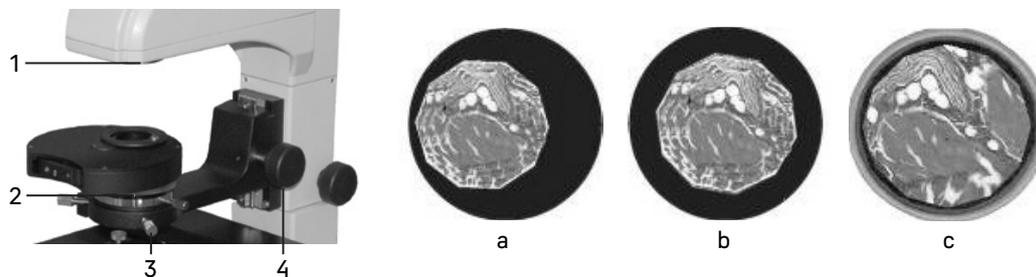

Рис. 15. Настройка освещения по Кёлеру
- Раскройте апертурную диафрагму **2** и закройте полевую диафрагму **1**. В поле зрения будет видно светлое пятно с изображением краев диафрагмы, как показано на рис. 15.
- Если светлое пятно смещено относительно центра поля зрения, как показано на рис. 15а, отрегулируйте положение апертурной диафрагмы с помощью центрировочных винтов 3 так, чтобы центр апертурной диафрагмы совпал с центром поля зрения, как показано на рис. 15б.
- Раскройте полевую диафрагму, чтобы изображение образца заполнило поле зрения, как показано на рис. 15с.